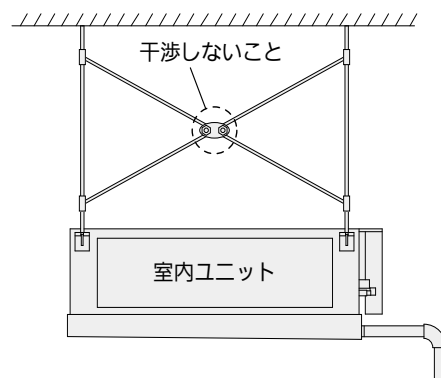

図 7
- 7-5. 吊ボルトに耐震用の筋交いを取り付ける場合、筋交いは互いに干渉させないように交差部を金具固定してください。（図 7）